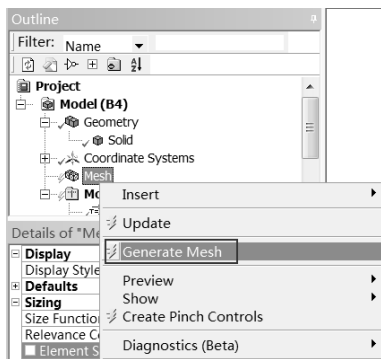
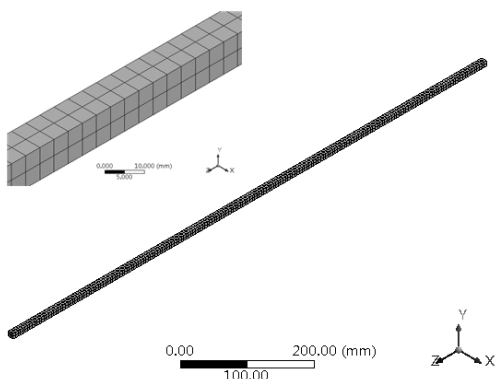

图 10-19 划分网格
图 10-20 网格效果
Step4：在 Outline (分析树) 中的 Mesh 选项上右击，在弹出的快捷菜单中选择  Generate Mesh 命令，此时会弹出如图 10-19 所示的进度显示条，表示网格正在划分，当网格划分完成后，进度条自动消失。最终的网格效果如图 10-20 所示。